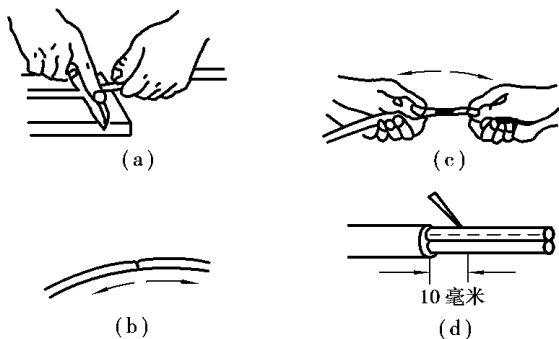

图 1.12 铅包层剥离方法
7. 铅包线护套层和绝缘层的剥削 先用电工刀把铅包层切割一刀,然后双手分左右上下扳折切口处,铅层便会沿切口折断,就可把铅层套拉出,如图 1.12 所示。绝缘层的剥削按塑料线的剥削方法进行。